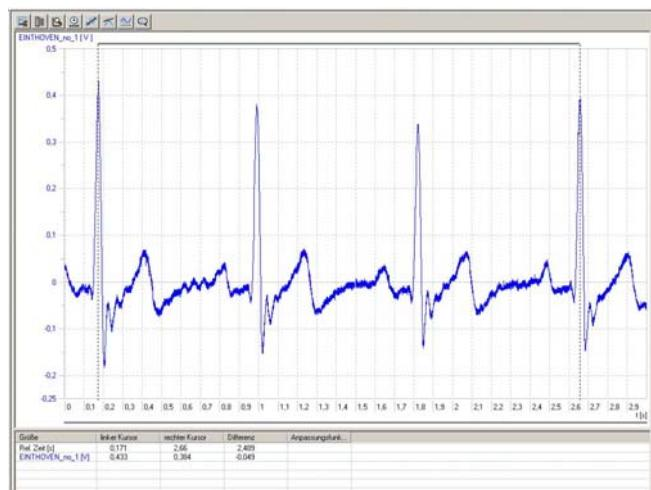

Fig. 2 Representación en pantalla del ECG en reposo sobre la derivación estándar I según EINHOVEN en el 3B NETTMlab (U11310)
- Se inicia el templete y se registra la curva de medida del ECG previsto (aquí: El ECG en reposo en la derivación estándar I según EINTHOVEN, Fig. 2).